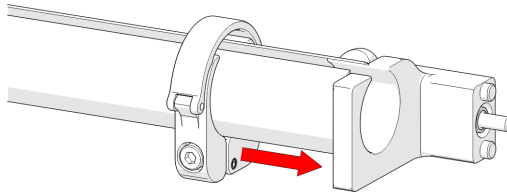

Abbildung 2-123 Schieben der Klemme auf die Halterung
4. Schieben Sie die Klemme über der Schlauch und die Kabelführungshalterung und klemmen Sie den Schlauch dazwischen ein (siehe Abbildung 2-123 auf Seite 126).